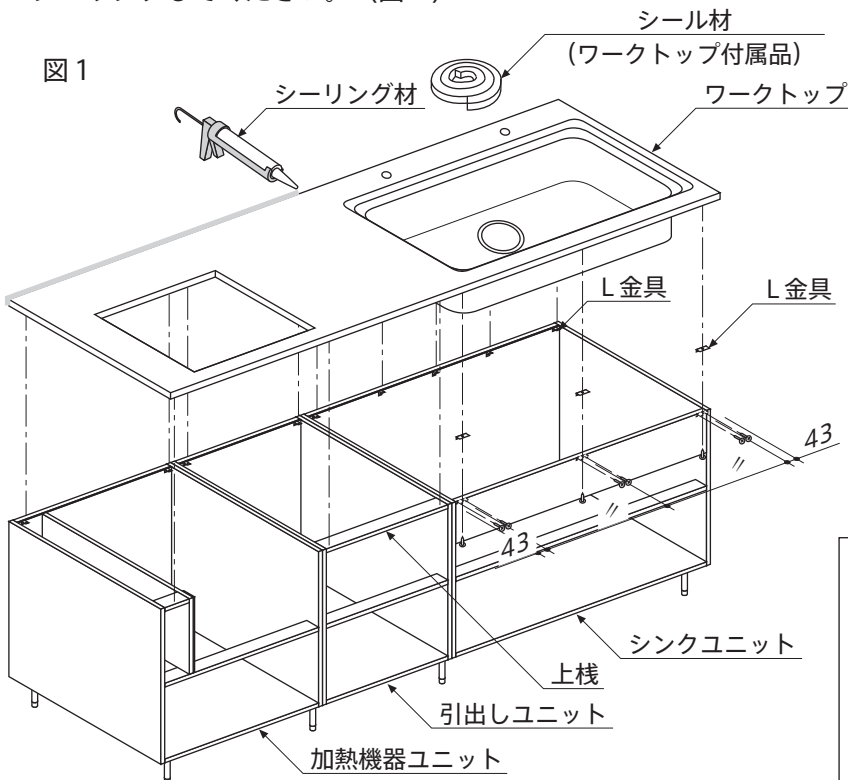

図1
・シンクユニットおよび上面操作加熱機器ユニットの場合、ワークトップをユニットにのせ、壁へ押し付けながらワークトップ裏面の指定位置に⊕バインドタッピンネジ 3. 5×16にてL金具を取付けます。(図1、2)
ワークトップをユニットに押し付けながら、ユニット前面の指定位置に⊕サラタッピンネジ 3. 0×16にてL金具を固定します。(図1、2)
・その他のフロアユニット前面は、上棧に開いているφ4穴から⊕ナゲシネジ 3. 8×32 (38) にワッシャーを通してワークトップと固定し、ヘッドキャップカバーを取付けます。(図1、2)